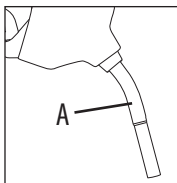

Figure 14/Illustración 14
- Replace spout if tip is worn. Do not cut off spout tip. This will lead to nuisance shut offs, or non-shut off, which could lead to a hazardous spill and/or injury or death. (See item A in Figure 14)
- Sustituya la boquilla si la punta está desgastada. No recorte la punta de la boquilla. Provocaría cierres falsos, o la ausencia de cierres, lo que daría lugar a derrames peligrosos, lesiones o incluso la muerte (consulte el punto A en la Ilustración 14).